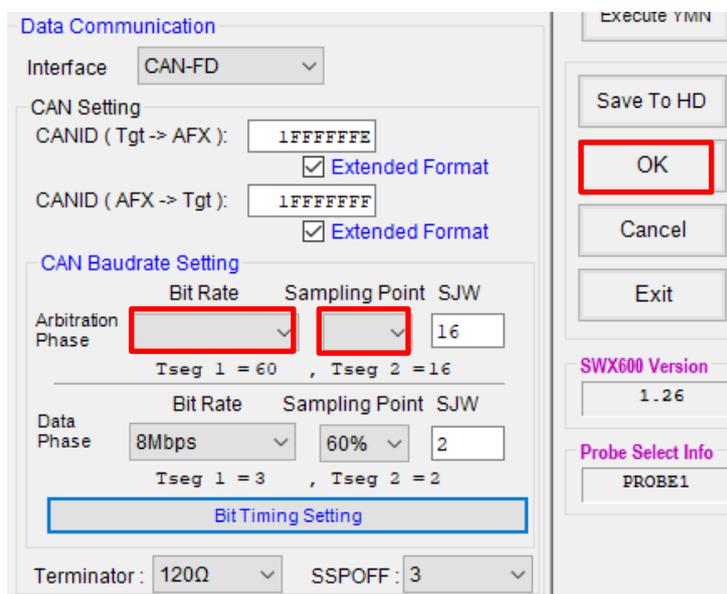

図3
4. デフォルトの設定に戻す場合には、” Bit Rate” → “Sampling Point”の順に再度選択し、OK ボタン (図3 赤枠) を押してください。